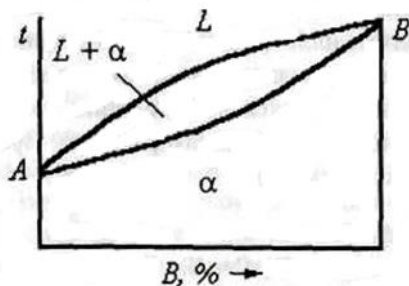

рис. 23
2.37. Диаграмма состояния какого типа представлена на рис. 23?